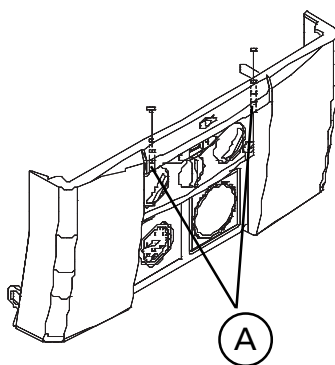

Fig. 3.6
- dévisser les deux vis **A** de fixation du tableau de commande (fig. 3.6)